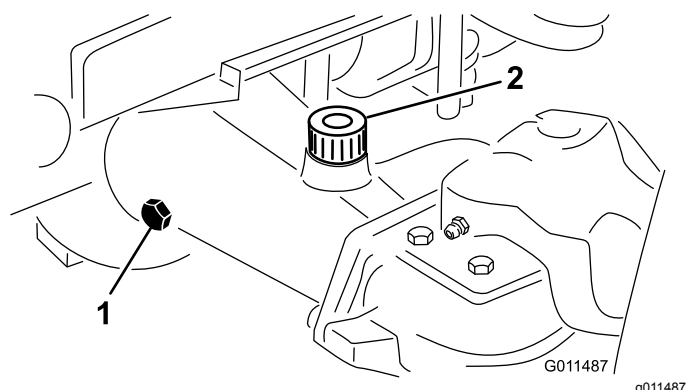

Figura 92
2. Togliete il tappo di controllo dall'estremità del ponte e verificate che il lubrificante raggiunga la base del foro (Figura 92).